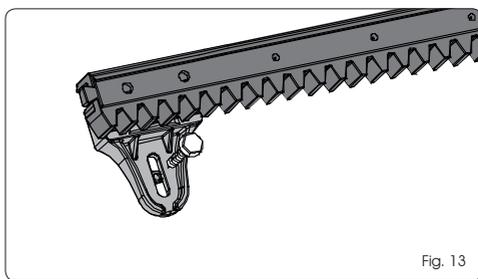

Fig. 13
5.4.3 CREMALLERA DE NYLON PARA ENROSCAR (Fig. 13)